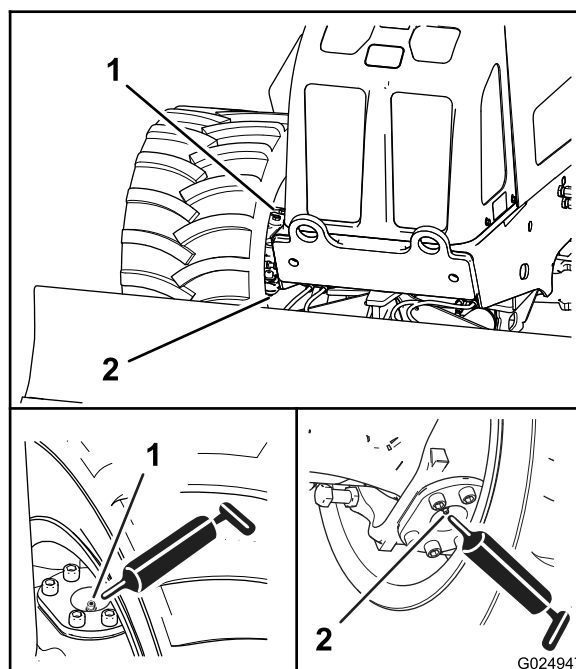
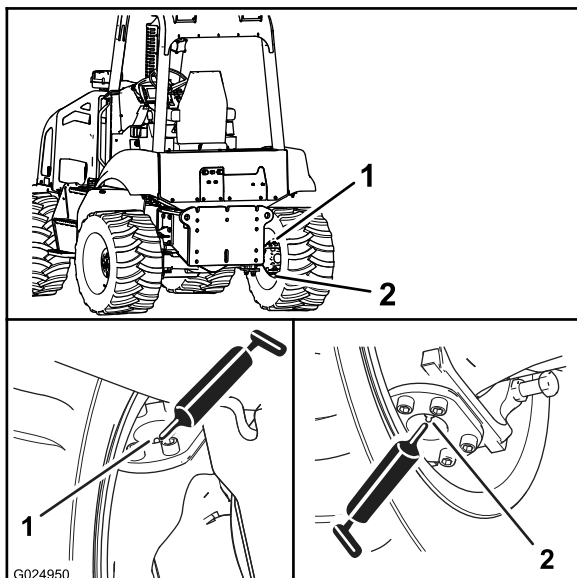

Figura 59
Figura 60
2. Conecte a pistola de graxa às graxadeiras dos pivôs superior e inferior; aplique 2 ou 3 bombeadas de graxa em cada graxeira (Figura 59 e Figura 60).